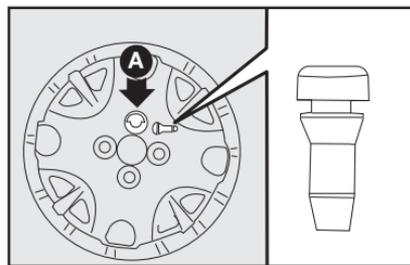

fig. 20
8) Coloque a presión la taza de la rueda en la llanta, haciendo coincidir el símbolo , grabado en el interior de la taza, con la válvula de inflado; de esta forma, el orificio más grande de la taza A-fig. 20 pasará a través del tornillo colocado anteriormente.